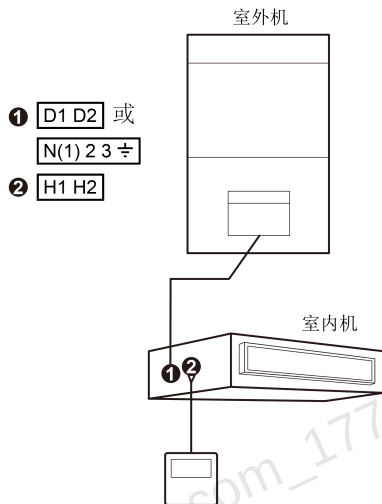
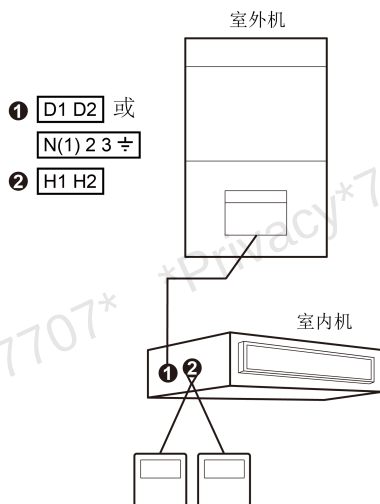
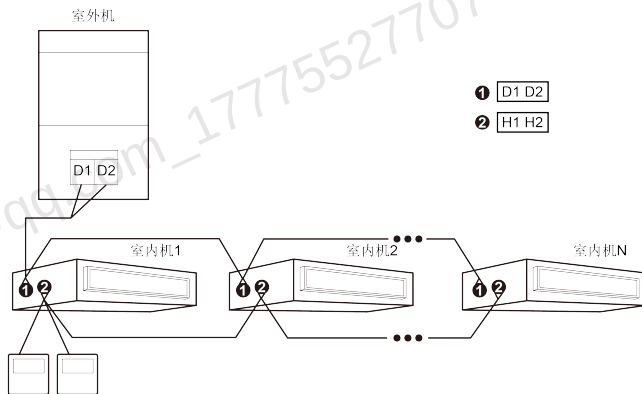

图5.4 一个线控器控制一台内机
图5.5 两个线控器控制一台内机
图5.7 两个线控器同时控制多台多联机内机
- (1) 线控器接单元机时，可以采用图5.4、图5.5、图5.8和图5.9的接线方式。
- (2) 线控器接多联机时，可以采用图5.4—图5.7的接线方式。
- (3) 线控器接D系列大风管机和DF系列单元柜机时，只能采用图5.4和图5.5的接线方式，即只能一个（或两个）线控器连接一台内机，不能一个线控器连接不同系统的多台内机。
- (4) 一个（或两个）线控器同时控制多台内机时，线控器可连接在任何一台内机，但所连接内机需为同系列内机，所连接内机须为同一系列且最多不能超过16台。线控器须进行组控内机台数设置，设置方法参见5.2.3参数设置P14“组控内机台数设置”。
- (5) 两个线控器同时控制一台（或多台）内机时，两个线控器地址不能相同，只允许存在一个主线控器（地址为01）和一个副线控器（地址为02），线控器地址设置方法参见5.2.3参数设置P13“线控器地址设置”。
- (6) 一个（或两个）线控器同时控制多台内机时，所控制的内机设置均相同。
- (7) 线控器接口为无极性的，但是不能接强电。